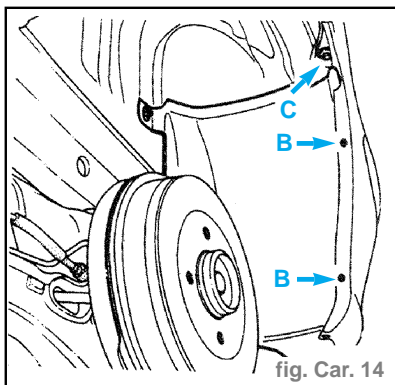

fig. Car. 14
- Déposer : (fig. Car. 14)
- les deux vis de fixation supérieures de l'écran AR (B) (de chaque côté),